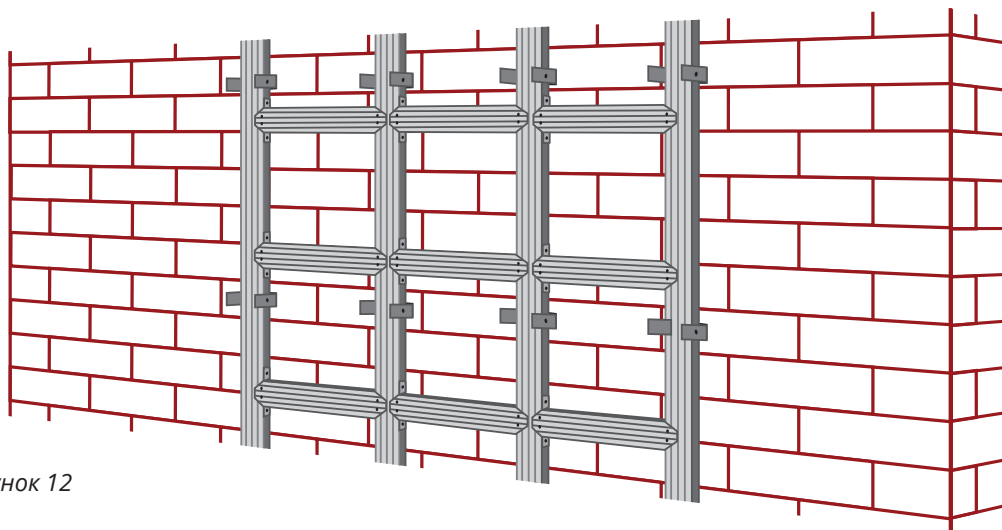

Рисунок 12
4. В целях экономии, для горизонтальной обрешетки можно использовать обрезки профиля, подходящие по длине (Рисунок 12).